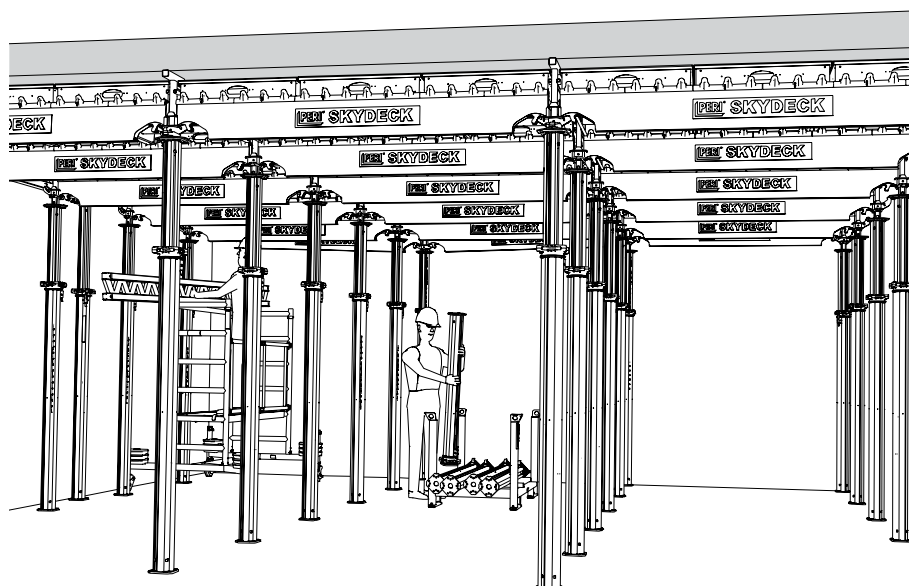

Fig. A12.02
- Desmontar os acessórios do sistema, tais como fechos em madeira, vigas de extremidade, suportes de extremidade e cabeçais de borde e armazenar em paletes. (Fig. A12.02)